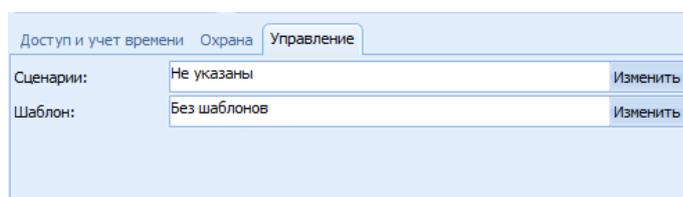

Рисунок 25.42 – Окно добавления нового сотрудника, вкладка Управление
5) Вкладка **Управление**. Можно выбрать (рисунок 25.42):